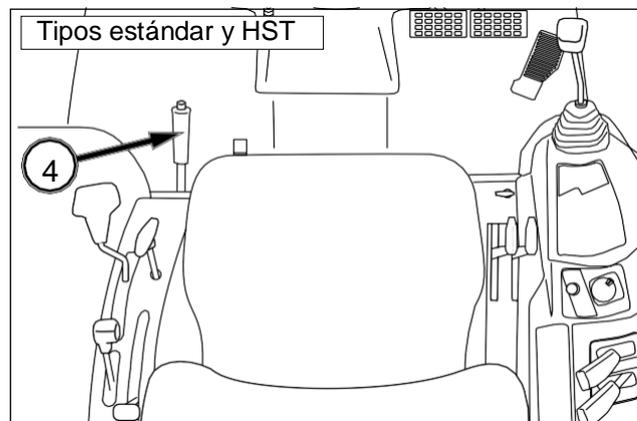

FIG. 63
FIG. 63, 64 y 65: El freno de estacionamiento actúa sobre las ruedas traseras del tractor. Para accionar el freno de estacionamiento, tire de la palanca del mismo (4) hacia arriba. Para desactivar el freno de estacionamiento, pulse el botón situado en el extremo de la palanca y empuje la palanca hacia abajo.